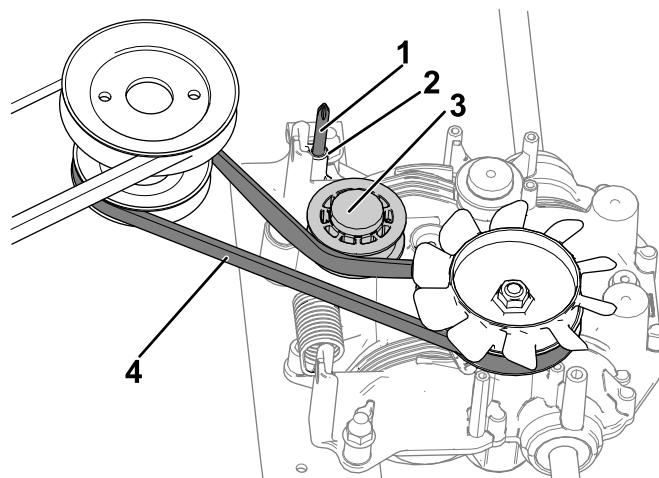

**Bild 48**
9. Entfernen Sie das hintere Schutzblech, indem Sie die beiden Befestigungsschrauben entfernen (Bild 48).